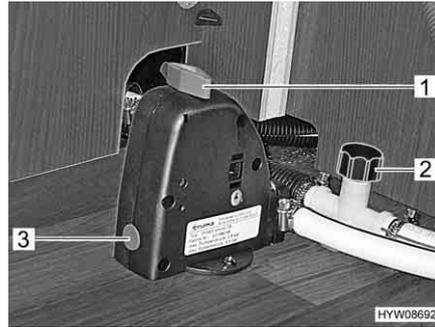

Fig. 148 Valvola di sicurezza/di scarico e rubinetti di scarico
- Chiudere la valvola di sicurezza/di scarico (Truma). A tal fine ruotare la manopola (Fig. 148,1) verticalmente rispetto alla valvola di sicurezza/di scarico e premere verso l'interno il bottone automatico (Fig. 148,3). Con temperature inferiori a 6 °C non è possibile chiudere la valvola di sicurezza/di scarico.
- Chiudere i rubinetti di scarico (Fig. 148,2). A tal fine, ruotare il coperchio in senso orario. L'ubicazione delle valvole di sicurezza/di scarico e dei rubinetti di scarico è riportata al paragrafo "Posizione dei rubinetti di scarico delle valvole di sicurezza/di scarico", alla fine di questo capitolo.
- Aprire i rubinetti di scarico (Fig. 148,2). A questo scopo ruotare il coperchio in senso antiorario.
- Aprire la valvola di sicurezza/di scarico (Truma). A tal fine ruotare la manopola (Fig. 148,1) nel senso della lunghezza della valvola di sicurezza/di scarico.